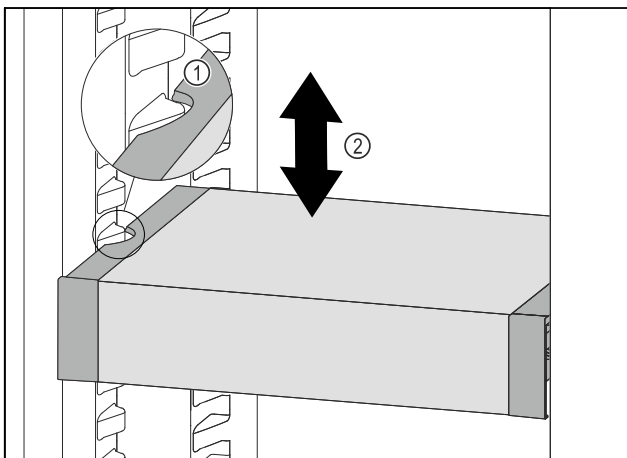

Fig. 87
- ▶ VarioSafe nach vorne ziehen, bis sich die seitlichen Aussparungen des VarioSafes auf Höhe der Behälterrippe im Kühlteil befinden. Fig. 87 (1)
- ▶ VarioSafe im Kühlteil nach oben oder unten bewegen, bis gewünschte Höhe erreicht ist. Fig. 87 (2)